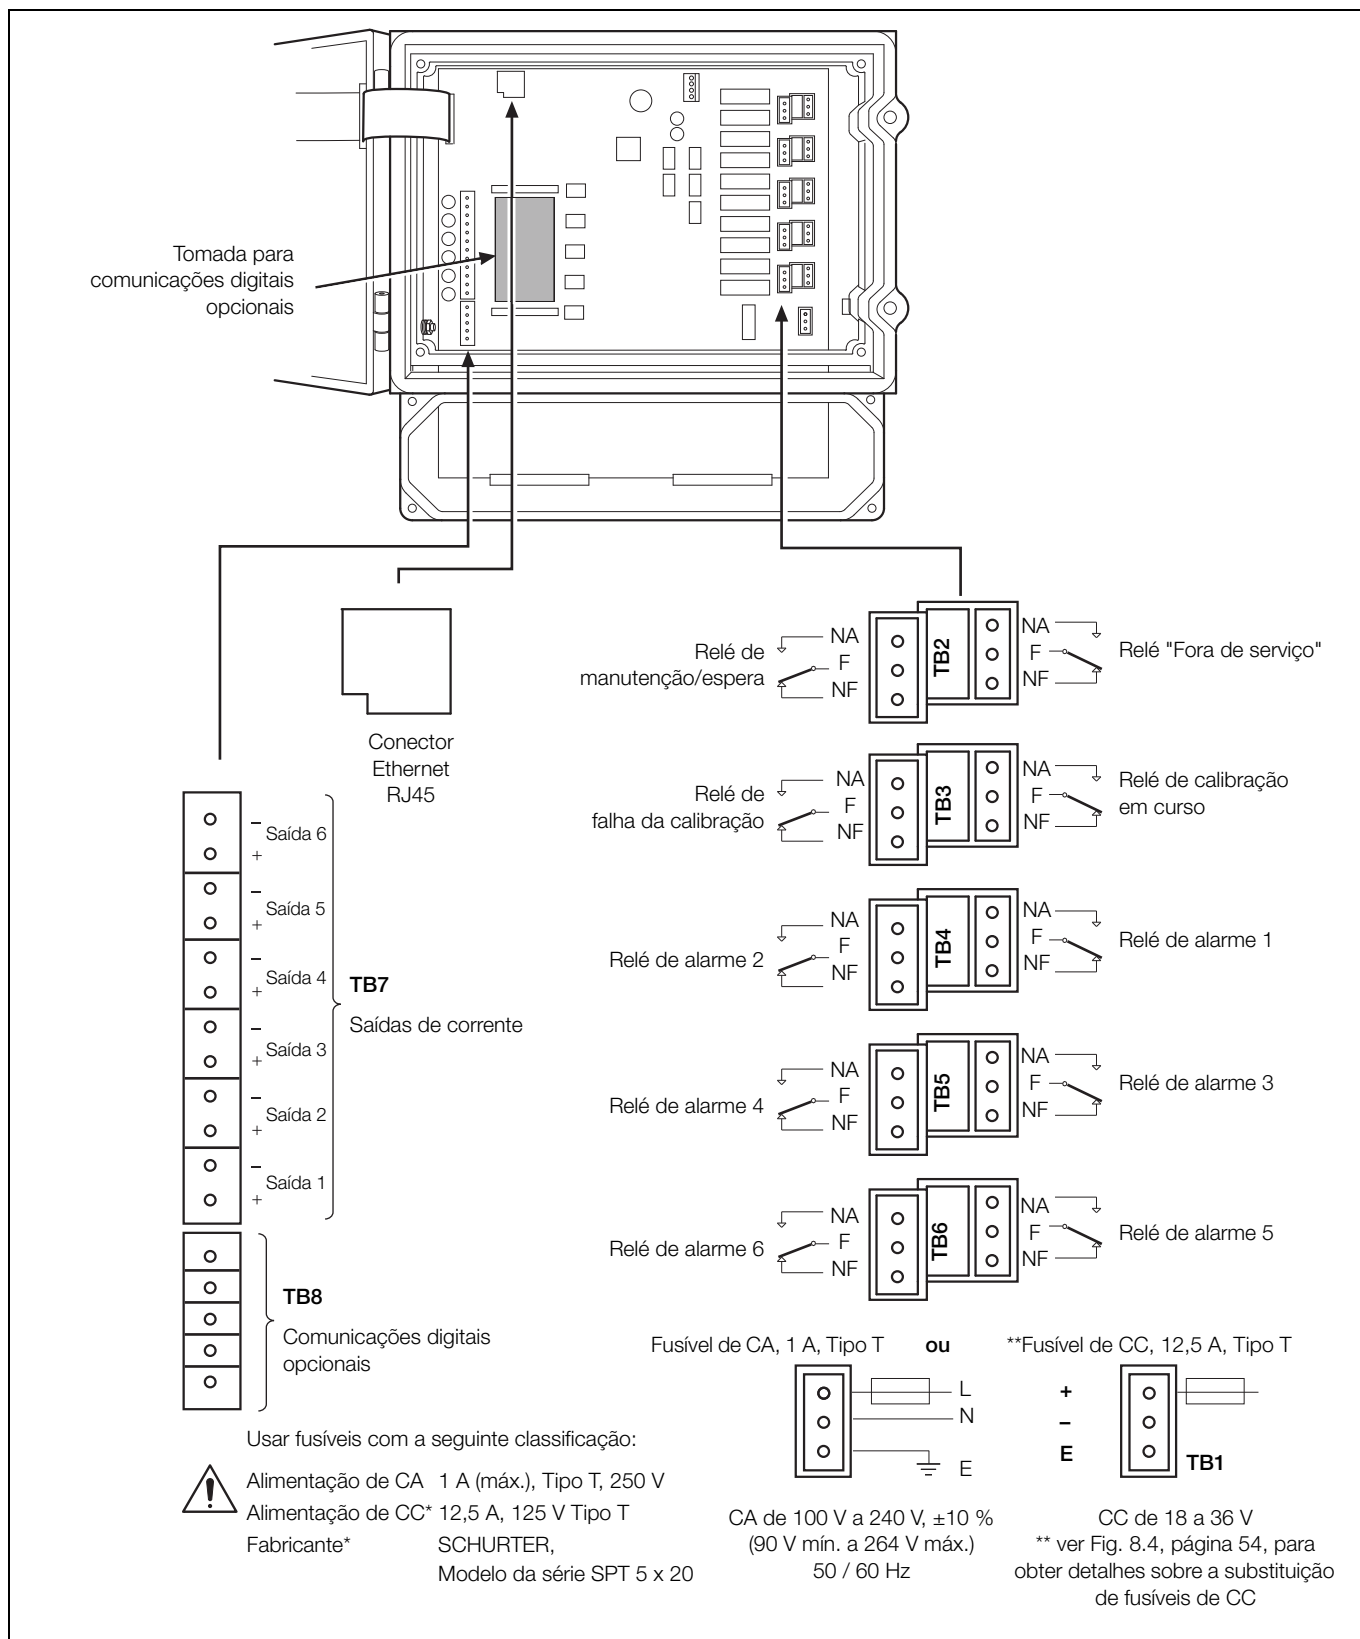
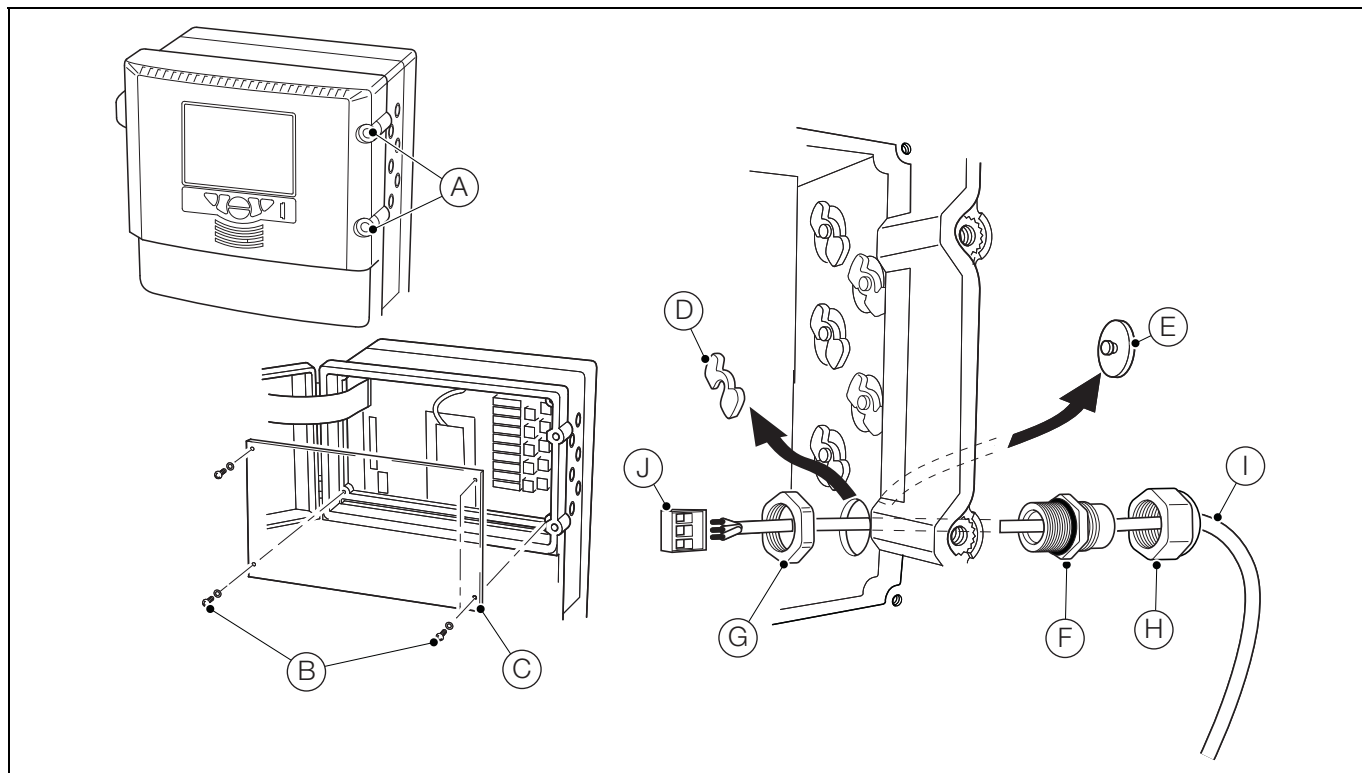
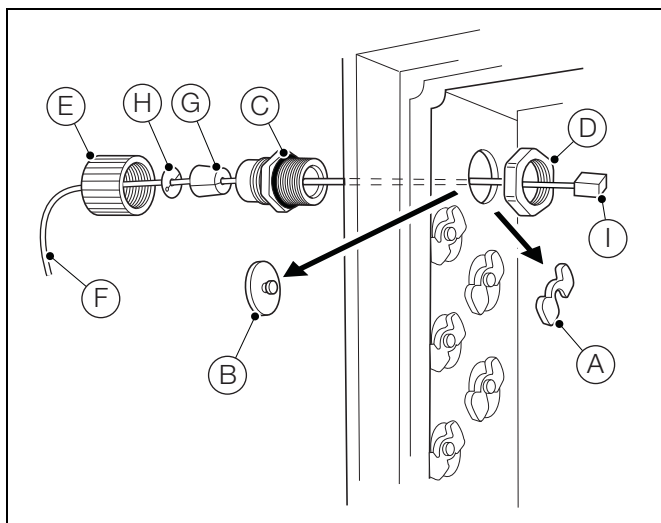

Fig. 4.8 Perspectiva geral das ligações
Fig. 4.9 Aceder e efectuar ligações eléctricas
Fig. 4.10 Ligações Ethernet
- Certificar-se de que os fusíveis utilizados são os correctos – Fig. 4.8, página 21 para informações acerca dos fusíveis.
- As IDs de ligação do quadro para os blocos terminais encontram-se identificadas na Fig. 4.8, página 21.
Tendo por referência a Fig. 4.9:
1. Rode os parafusos de fixação da porta (A)  $\frac{1}{4}$  de volta para a esquerda e abra a porta da secção dos componentes electrónicos.
2. Utilize uma chave de estrela para retirar os quatro parafusos (B) e a tampa transparente (C).
3. Para cada entrada de cabo necessário, deslize o clipe de fixação (D) do bujão de fixação (E) e retire o bujão.
4. Coloque o buçim (F) e prenda-o, utilizando o parafuso (G).
5. Retire a porca do buçim (H) e passe o cabo (I).
6. Passe o cabo através do buçim (F) e através da caixa da secção de electrónica.
7. Retire as fichas de ligação (J) e, utilizando uma chave de fendas, efectue as ligações. Certifique-se de que os fios estão ligados aos terminais correctos – consulte a Fig. 4.8, página 21.
9. Aperte o parafuso do buçim (H) de cada uma das ligações.
11. Coloque novamente a tampa transparente (C) e fixe com quatro parafusos (B).
12. Feche a porta da secção de electrónica e rode os parafusos de fixação da porta (A)  $\frac{1}{4}$  de volta para a direita para fixar.
1. Tendo por referência a Fig. 4.9:
- a. Rode os parafusos de fixação da porta (A)  $\frac{1}{4}$  de volta para a esquerda e abra a porta da secção dos componentes electrónicos.
- b. Utilize uma chave de estrela para retirar os quatro parafusos (B) e a tampa transparente (C).
2. Tendo por referência a Fig. 4.10:
- a. Deslize o clipe de fixação (A) do buçim de supressão (B) e retire o buçim.
- b. Coloque o buçim (C) e prenda-o, utilizando o parafuso (D).
- c. Retire a porca do buçim (E) e passe o cabo (F).
- d. Coloque a bucha de borracha (G) e a anilha (H) sobre o cabo (F).
- e. Passe o cabo através do buçim (C) e através da caixa da secção de electrónica.
- f. Ligue o conector RJ45 (I) à tomada RJ45 no quadro de aplicação (ver Fig. 4.8, página 21 para mais informações de localização) e aperte a porca do buçim (E).
3. Tendo por referência a Fig. 4.9:
- a. Coloque novamente a tampa transparente (C) e fixe com quatro parafusos (B).
- b. Feche a porta da secção de electrónica e rode os parafusos de fixação da porta (A)  $\frac{1}{4}$  de volta para a direita para fixar.